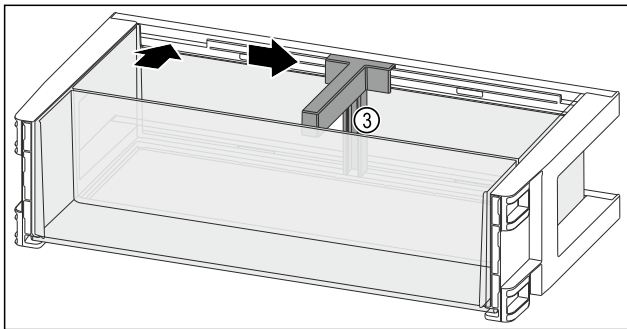

Fig. 148
- Flaschenhalter *Fig. 148 (3)* in die Aussparung einsetzen.
- Flaschenhalter *Fig. 148 (3)* in gewünschte Position zur Seite schieben.